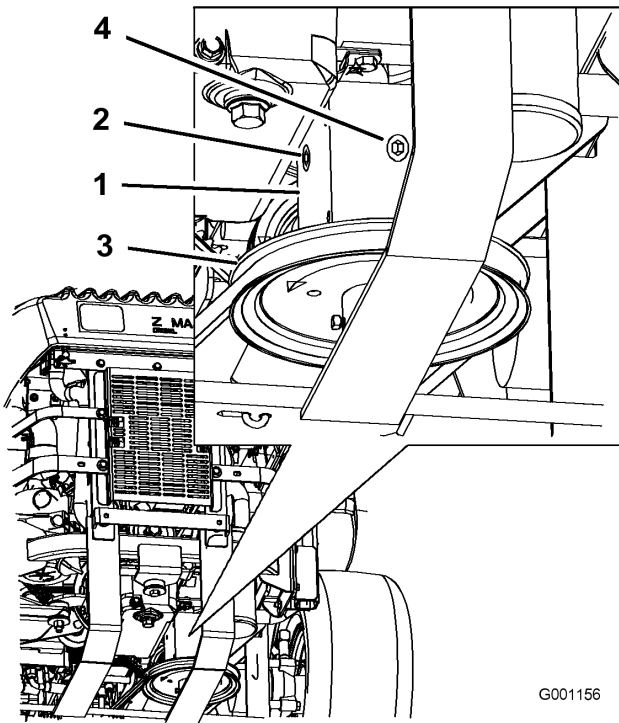

Bild 46
4. Nehmen Sie die Prüfschraube an der Seite oder hinten am Getriebe ab. (Bild 46).